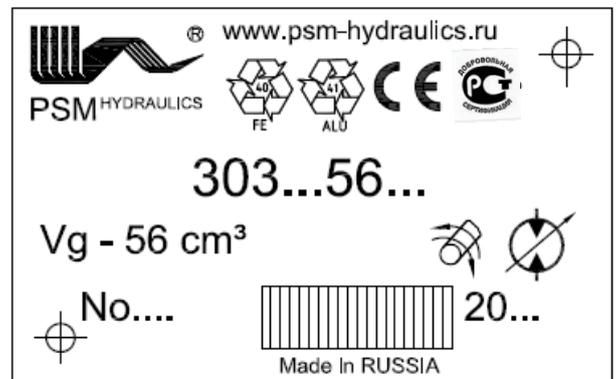

Рисунок 6
2.7.1 Маркировка изделия выполнена на табличке (пример на рис.6), прикрепленной к корпусу, и содержит следующие сведения: